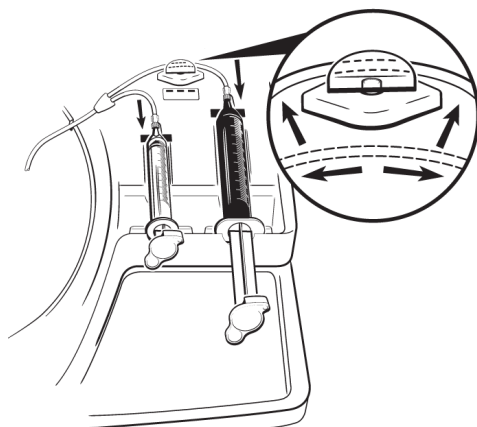

Figura 8. Tense el tubo de la jeringa 2 y deslícelo dentro de la válvula de presión.
22. Tense suavemente el tubo conectado a la jeringa 2 y deslícelo completamente dentro de la válvula de presión (consulte la Figura 8).